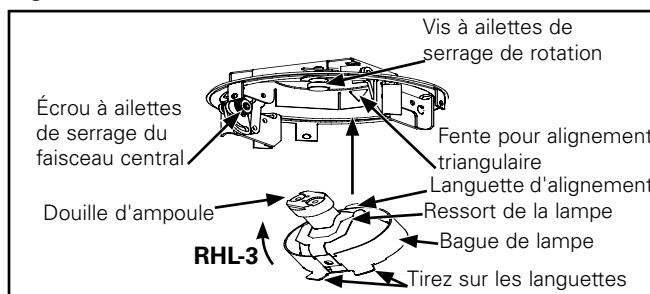

Figure 6.
2. Insérez la nouvelle lampe. Assurez-vous que la lampe est contre la lentille et qu'elle est retenue par le ressort de la lampe. Poussez la douille dans la lampe (Figure 6.).
3. Acheminez les fils de la douille dans la boîte et alignez la languette d'alignement sur la bague de lampe avec le trou triangulaire du support de réglage. Appuyez sur les languettes jusqu'à ce que l'appareil s'enclenche (Figure 6.).
Desserrez la vis à ailettes de serrage de rotation (Figure 6.). Faites pivoter le disque dans la position souhaitée. Serrez la vis à ailettes de serrage de rotation.
Desserrez l'écrou à ailettes de serrage du faisceau central (Figure 6.). Insérez un tournevis entre les languettes d'ajustement sous tension dans le support d'ajustement. Orientez le faisceau vers l'emplacement souhaité et serrez la vis à ailettes.